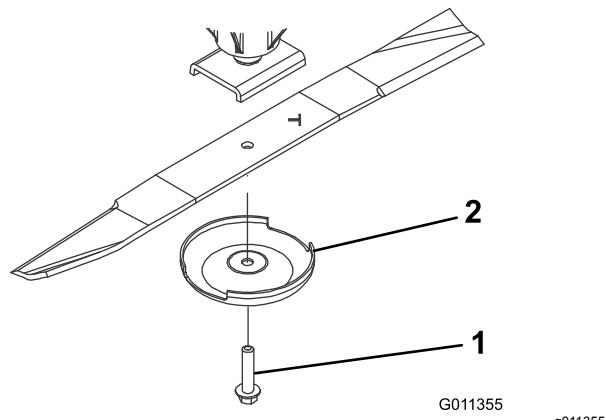

Figura 68
2. Afferrate l'estremità della lama con un cencio o un guanto bene imbottito. Togliete il bullone, la coppa antistrappo e la lama dall'asse del perno (Figura 68).
3. Montate la lama con la costa rivolta verso il piatto di taglio, servendovi della coppa antistrappo e del bullone della lama (Figura 68) Serrate il bullone della lama a $115\text{--}149\text{ N}\cdot\text{m}$.